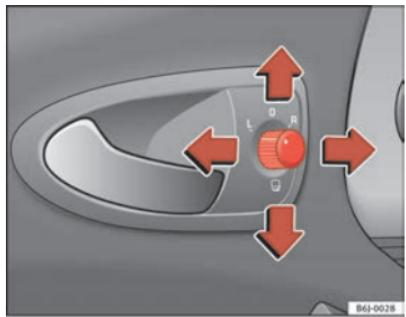

Fig. 66 Mando de los retrovisores exteriores
- En primer lugar, gire el mando **fig. 66** hasta la posición **L** (**retrovisor izquierdo**).
- Gire el mando **fig. 66** hasta la posición para plegar los retrovisores exteriores. Para evitar daños en el vehículo, debería plegar los retrovisores exteriores siempre que utilice un túnel de lavado automático.